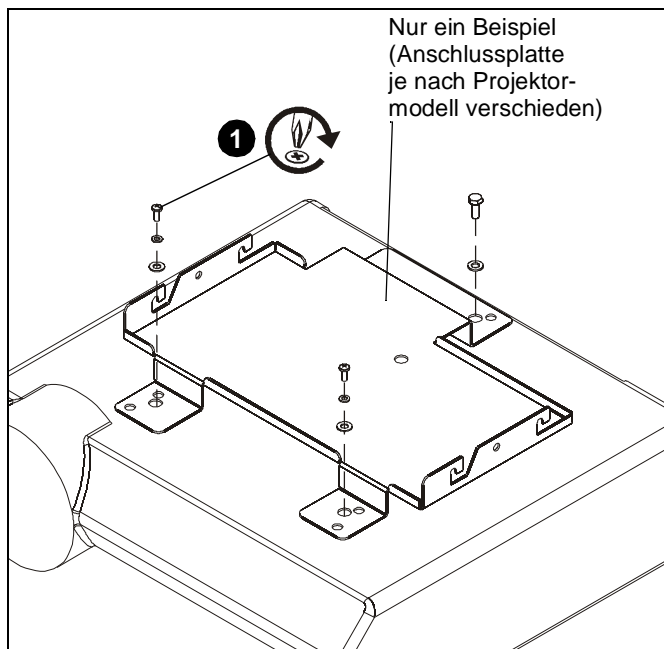

Abb. 2
1. Befestigen Sie die Anschlussplatte mithilfe der der Anschlussplatte beiliegenden Montageanleitung und Befestigungsmaterialien an der VCM. (Siehe Abb. 2)